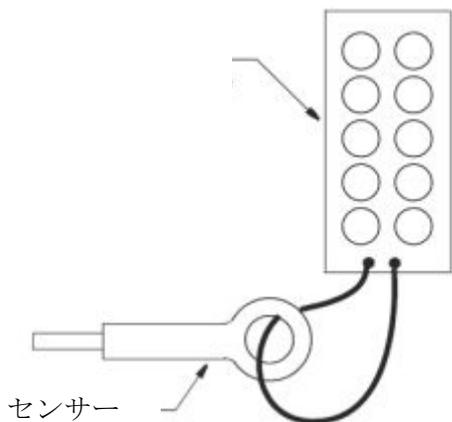

図 15
- 等価抵抗をセンサーに接続する際は、下記図 15 の通りに接続下さい。